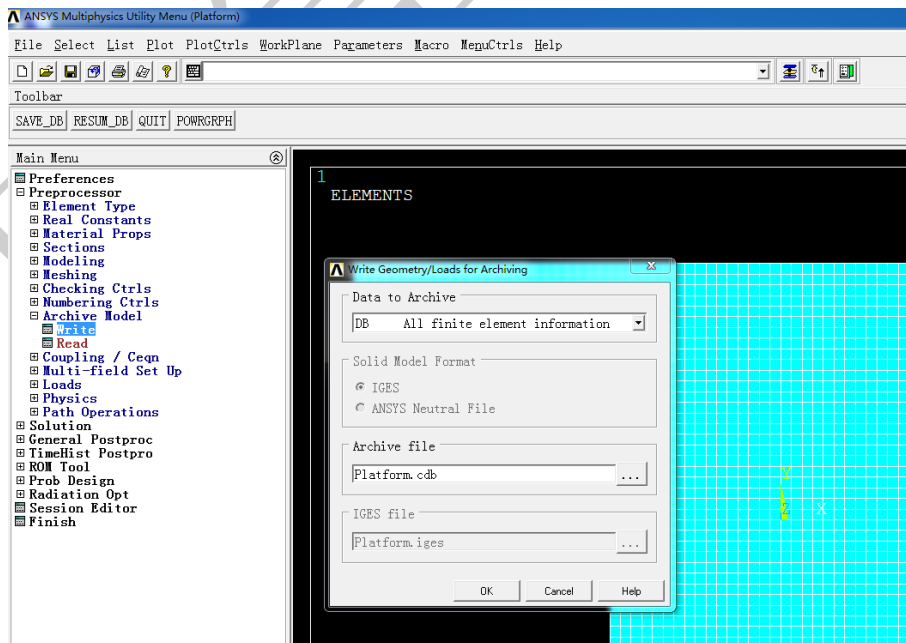

图 2.2
2. 运行 ANSYS 经典界面，选择菜单 **File | Read Input from**，读入修改后的 **PlatformShell63.ans**；然后选择菜单 **Preprocessor | Archive Model | Write**，输出 **Platform.cdb** 文件，设置如图 2.2 所示，然后关闭经典界面。